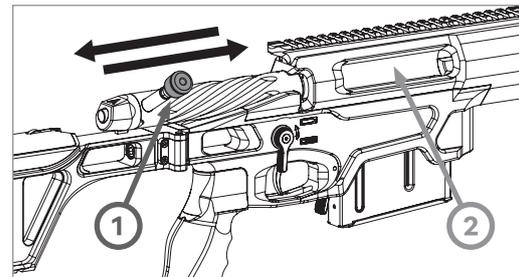

РИС. 25
- ▲ Отведите затвор до упора назад (указано стрелкой на РИС. 25).
Винтовка может использоваться как с пустым магазином, так и без него. Один патрон может быть заряжен непосредственно в патронник через окно для выброса гильзы (поз.2, РИС. 25).